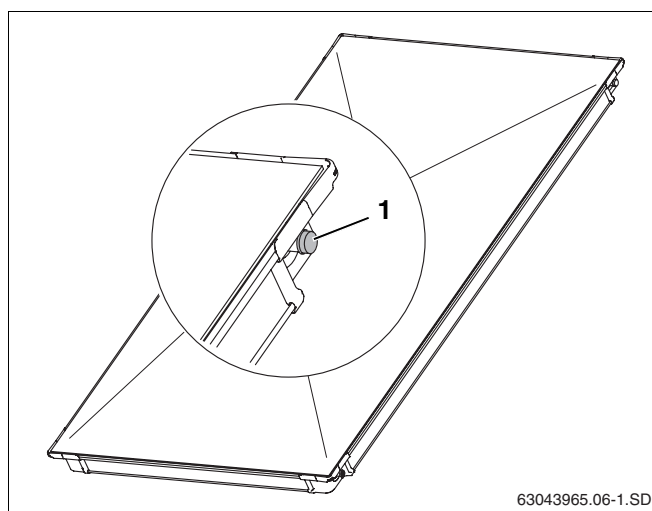

Fig. 6 Capace de cauciuc din material plastic pe racordurile colectorilor
- Îndepărtați capacele din material plastic (Fig. 6, Poz. 1) înainte de montaj.